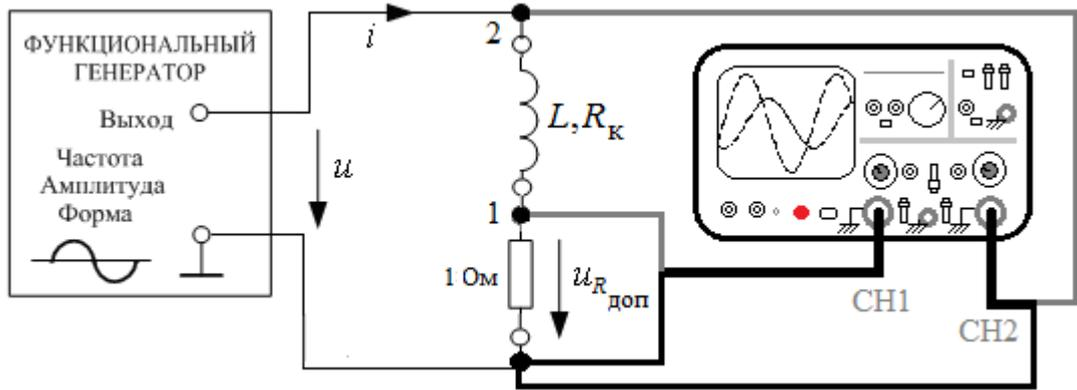

Рис. 1.3П
- Собрать цепь по рис. 1.3П, поменяв катушку  $L_a$  на неидеальную катушку  $L$  ( $L=30$  мГн;  $R_k=30$  Ом) из модуля **РЕАКТИВНЫЕ ЭЛЕМЕНТЫ**. Получить на экране **ОСЦИЛЛОГРАФА** изображения кривых мгновенных значений напряжения и тока. Полученные изображения занести в отчет.